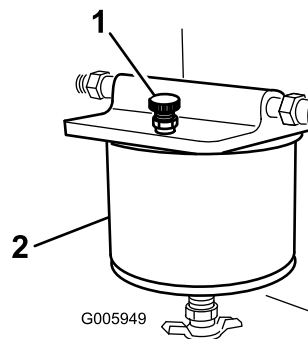

Figura 34
5. Aprite la vite di spurgo, sopra il filtro carburante, per riempire di carburante la coppa (Figura 34).